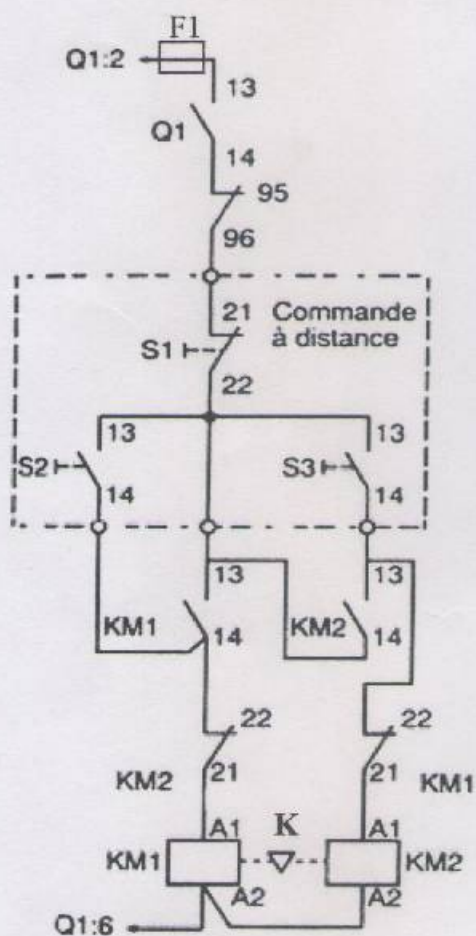

Figure 1
Soit le schéma de la figure1 :
1. Que représente le schéma de la figure 1?.....5 pts